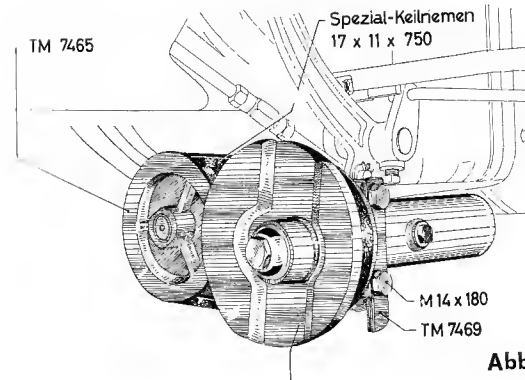
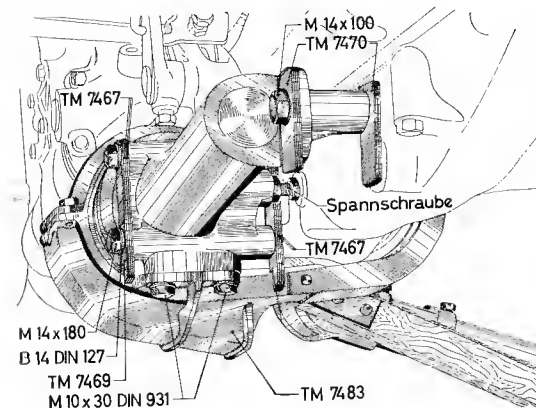

Abb. 2
Abb. 3
2. Bevor das **Vorgelege** am Getriebegehäuse des Schleppers angeschraubt wird, muß die Unterlage TM 7469 (ohne Schlitz) an der äußeren Seite des Vorgeleges aufgelegt und dann die beiden Sechskantschrauben M14×180 durchgesteckt werden (Abb.2). Ohne Spannbeilagen TM7467 wird nun das Mähantriebsvorgelege am Schleppergetriebe mit den lose aufgesetzten Sechskantschrauben M 14×180 bis ganz an das Getriebegehäuse angeschoben. Die beiden Spezialkeilriemen 17×11×750 (Abb.2), dürfen **nicht gewaltsam** aufgelegt werden. Mit Hilfe der Spannschraube (Abb.3) wird das Vorgelege so weit vom Getriebegehäuse abgedrückt, bis die Keilriemen die erforderliche Spannung haben. Dann wird die erforderliche Anzahl von Spannbeilagen TM 7467 zwischen Schleppergehäuse und Mähantriebsvorgelege geschoben. Die restlichen Spannbeilagen TM 7467 sind zwischen die Unterlage TM 7469 und dem Vorgelegegehäuse gemäß Abb.3 zu legen. Die hintere Befestigungsschraube M 14×100 ist gemäß Abb.3 einzusetzen. Hierbei ist zu beachten, daß die Anzahl der Unterlagen TM 7470 zwischen dem Vorgelege und dem Getriebegehäuse genau der Anzahl der vorderen Spannbeilagen TM 7467 entspricht.
12. Der **untere Schutzkasten** TM 7483 wird mit den Sechskantschrauben M 10×30 und den dazugehörigen Federringen B 10 am Vorgelege gemäß Abb. 3 befestigt. Der **obere Schutzkasten** TM 7495 wird mit einer Sechskantschraube M 10×30 sowie Sechskanmutter und Federring am unteren Schutzkasten TM 7483 befestigt (Abb. 13).